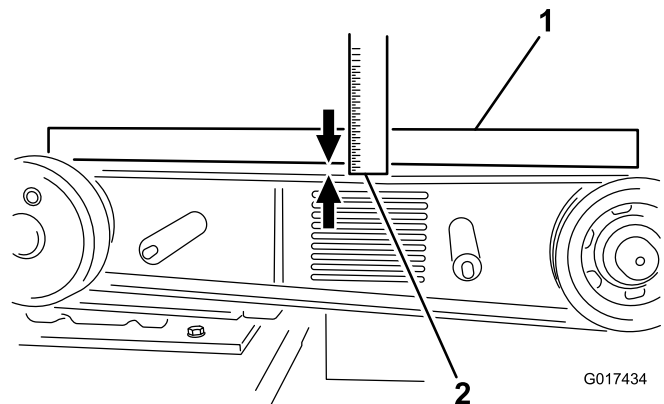

Figura 26
8. Coloque una regla sobre las poleas del embrague y del volante. Apriete el perno tensor de la correa hasta que la correa se desvíe 10 cm al aplicar una fuerza de 6,8 kg en el centro de la correa (al tensar una correa usada) o de 8 kg al instalar una correa nueva (Figura 26).